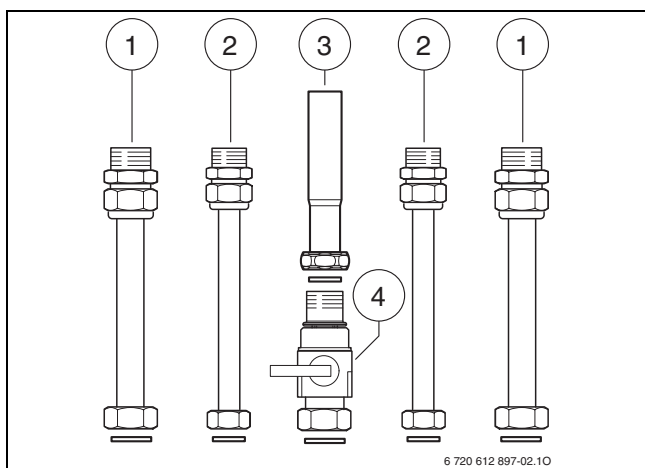

Fig. 15 Raccordi per collegamenti all'impianto, a corredo della caldaia
- ▶ Se necessario, praticare un foro nella parete per gli accessori di aspirazione/scarico (vedere dima, fig. 15).